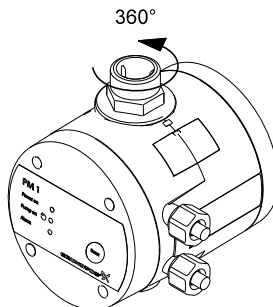

Fig. 1 Conexión de salida giratoria
La conexión de salida de la unidad se puede girar 360°. Ver fig. 1.
2. Lleve a cabo la conexión eléctrica tal y como se muestra en la fig. 1 o 2, página 151, dependiendo del tipo de motor.